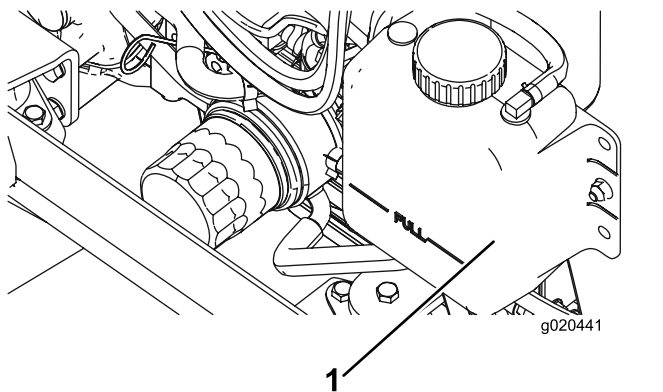

Figura 89
1. Togliete con cautela il tappo del radiatore e il tappo del serbatoio di espansione (Figura 89).